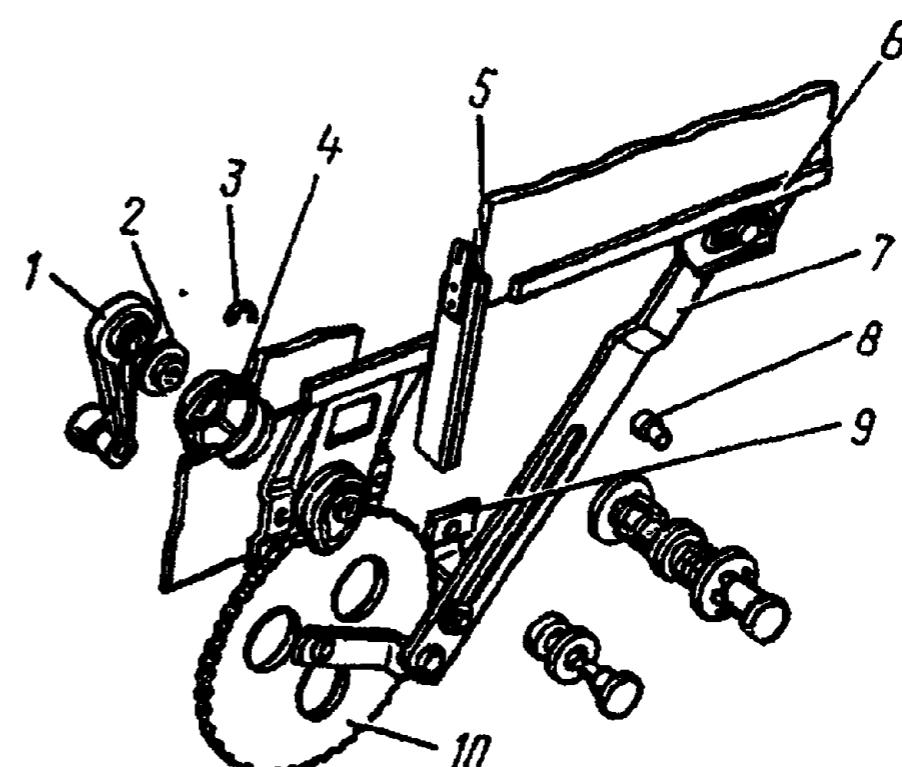

Рис. 70. Стеклоподъемник:
4. Выверните винты крепления держателя 5 уплотнителя (рис. 70) и снимите держатель	—
2. Снимите ручку 1 (см. рис. 70) стеклоподъемника, отжав втулку 2 с розеткой 4 и удалив чеку 3	Отвертка, стальная проволока